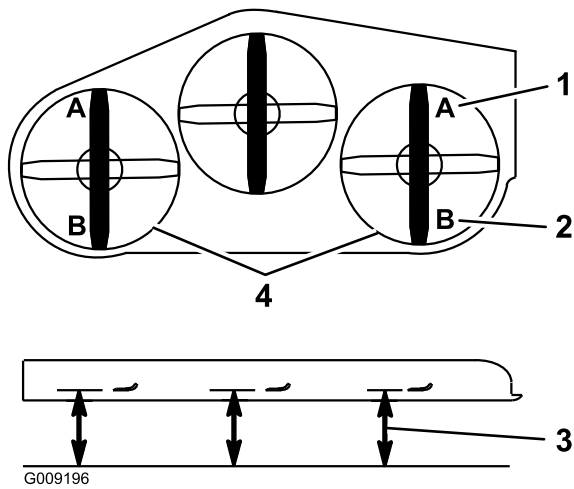

**Figura 93**
5. Pressione por completo o pedal de elevação da plataforma e a plataforma vai trancar na posição de transporte de 14 cm (Figura 93).